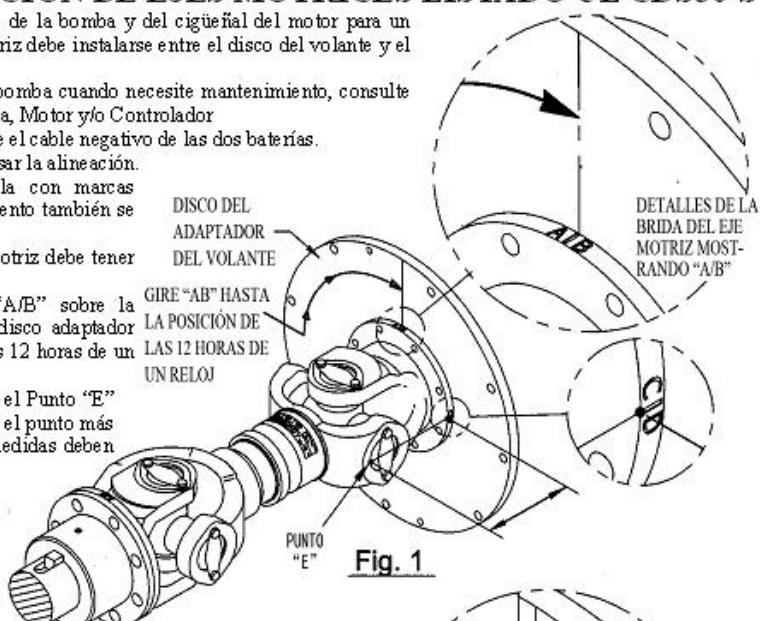

Fig. 1
1. Gire el eje de tal forma que la referencia "A/B" sobre la circunferencia de la brida del eje motriz (contra el disco adaptador del volante) de tal forma que esté en la posición de las 12 horas de un reloj, como se muestra en la (Fig. 1).
2. Mida desde la cara de la brida del eje motriz hasta el Punto "E" como se muestra en la (Fig. 1). (El Punto "E" está en el punto más lejano en diámetro de calibre del rodamiento). Las medidas deben ser: